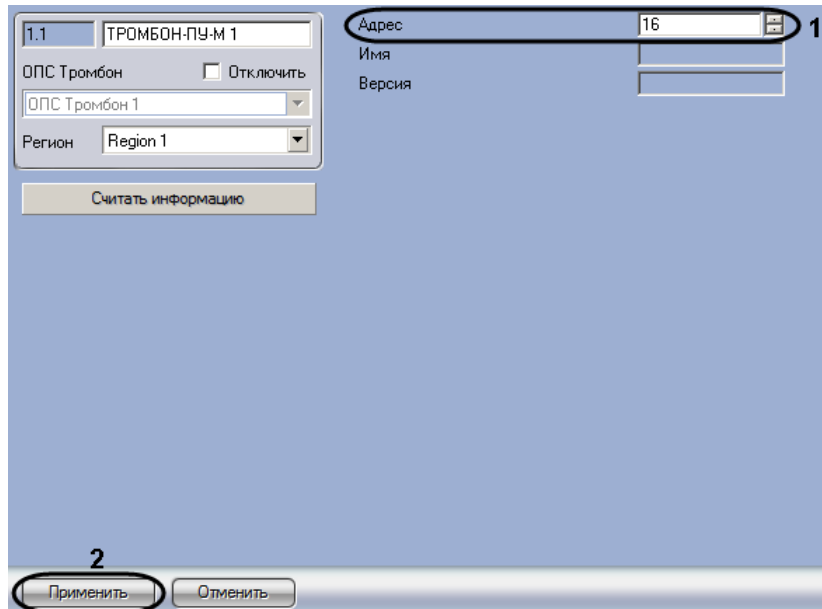

Рис. 3.5—2 Панель настройки объекта ТРОМБОН-ПУ-М
2. Указать адрес прибора *ТРОМБОН-ПУ-М* (см. Рис. 3.5—2, 1).